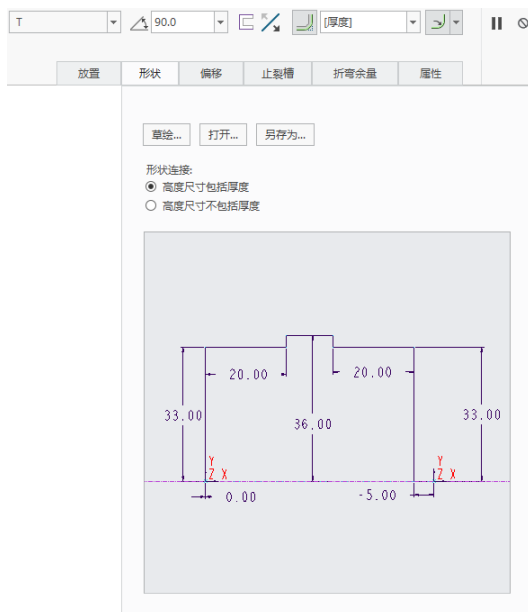
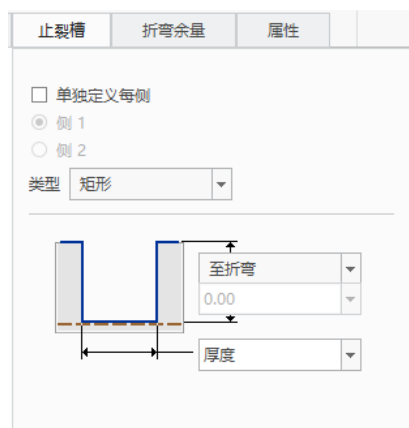

图 1-109 设置形状尺寸
图 1-110 设置止裂槽选项及参数
(4) 打开“形状”面板，设置图 1-109 所示的形状尺寸。
(5) 在“平整”选项卡中确保选中 (在连接边上添加折弯)，折弯的半径值为“厚度”，并从最右侧的“标注折弯方法”下拉列表框中选择 (标注折弯的内部曲面) 图标选项。
(6) 打开“止裂槽”面板，确保取消勾选“单独定义每侧”复选框，从“类型”下拉列表框中选择“矩形”选项，并设置该止裂槽的深度选项为“至折弯”，宽度等于“厚度”，如图 1-110 所示。